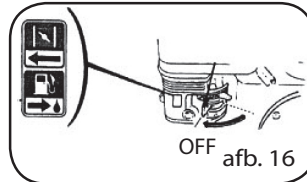

Afb. 10
6. Zet de brandstofkraan op ON (afb. 10).